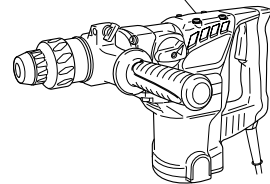

Fig. 19
- (1) Quitar la cubierta del cigüeñal y limpiar la grasa interna. (Fig.19)
- (2) Aplicar 2.0 oz (60 g) de grasa para martillo eléctrico Hitachi tipo A (accesorio normales, contenida en tubo) en el cárter.
- (3) Luego de rellenar de grasa, instalar la cubierta del cigüeñal firmemente.